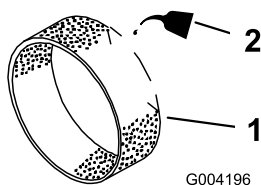

Figure 40
- Imbibez le préfiltre de 3 à 6 cl (1 à 2 oz liq.) d'huile (Figure 40).